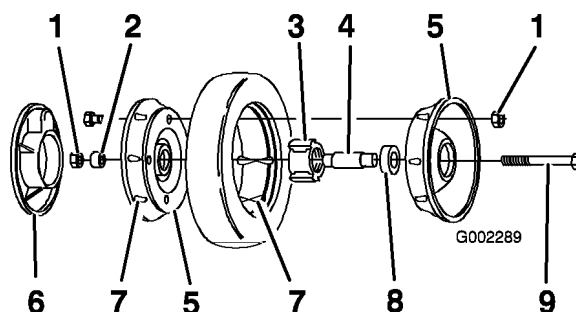

Figure 29
3. Retirez le boulon, la bague d'espacement et le contre-écrou qui fixent la roue au bras de pivot (Figure 29).
4. Séparez du pneu les deux moitiés de la roue en retirant les 4 boulons d'assemblage et leurs contre-écrous (Figure 29).
Remarque: Pour extraire les roulements de l'ensemble moyeu/roulement, appuyez sur la douille d'écartement des roulements (Figure 29).
1. Posez le pneu sur une des demi-roues, en faisant correspondre les reliefs (Figure 29).
du moyeu doivent reposer sur le flasque de l'ouverture (Figure 29).
3. Posez l'autre demi-roue sur l'ensemble moyeu/roulement en faisant correspondre les trous et les reliefs de la roue et du pneu (Figure 29).
4. À l'aide de 2 vis ou boulons entièrement filetés (1/4-20 x 1,50 pouce) et d'écrous non-bloquants, réunissez les deux moitiés de roue sans les serrer. Installez les vis ou les boulons dans les trous opposés (Figure 29).
5. Contrôlez l'alignement de toutes les pièces et serrez les vis alternativement d'un côté et de l'autre pour assurer un serrage uniforme, jusqu'à ce que les demi-roues soient réunies (Figure 29).
6. Montez et serrez les 2 boulons et les 2 contre-écrous retirés auparavant dans les trous libres des demi-roues. Retirez les 2 vis ou boulons longs et remplacez-les par 2 boulons et 2 contre-écrous (Figure 29).
7. Posez la roue sur le bras de pivot à l'aide des boulons, d'une entretoise et d'un contre-écrou. Vérifiez si la bague est bien placée entre le moyeu de la roue et le bras de pivot (Figure 29).